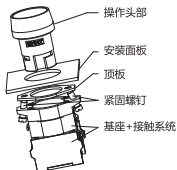

图2 LAY39按钮安装示意图
7.1.1 LAY39按钮将操作头由面板前方插入安装孔内，于面板后旋入下座(基座+发光器+接触系统)，旋转到位后，均匀拧紧两端紧固螺钉(不可用力过猛，拧紧力矩应不大于 $0.25\text{N}\cdot\text{m}$ ，否则可能导致螺纹套定位台阶塌陷而引起操作不可靠)，最后把电源线接上。安装示意图见图2。